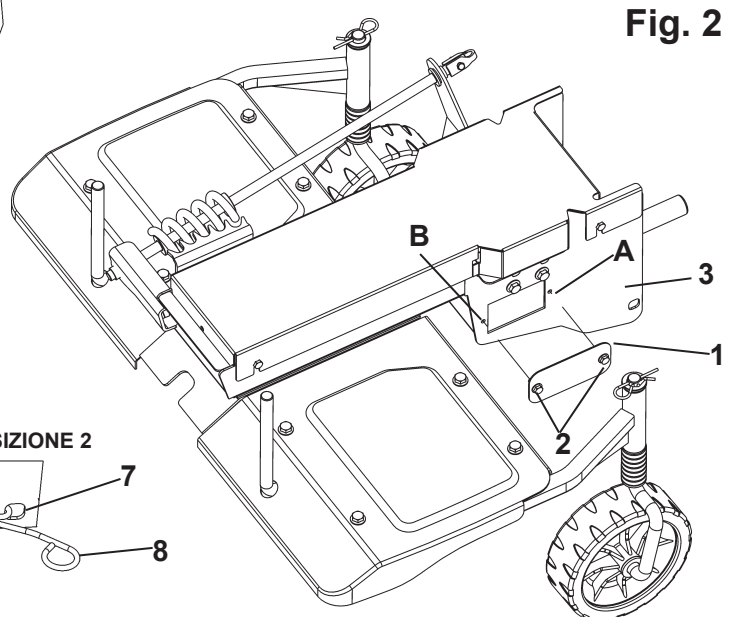

Fig. 2
**MONTAGGIO COPERCHI LATERALI (Fig.2):** prelevare dalla busta accessori i coperchi laterali (1) con le viti (2) già montati su di essi, ed avvitarli al telaio della spazzola (3) utilizzando i rispettivi fori (A) e (B).
**HOW TO ASSEMBLE THE SIDE COVERS ( Fig. 2):** take the side covers out from the fittings envelope (1) with the screws (2) which have already been assembled on the covers and screw them to the brush frame (3) using the corresponding slots (A) and (B).
**MONTAGE DER SEITENABDECKUNGEN (Abb.2):** Aus dem Zubehörbeutel die Seitenabdeckungen (1) mit den bereits montierten Schrauben (2) herausnehmen und am Rahmen der Kehrwalze (3) in den Bohrungen (A) und (B) festschrauben.